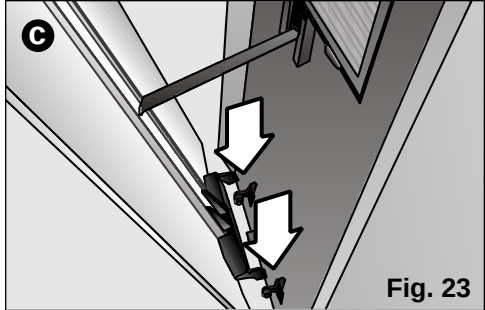

Fig. 23
- 1° Alzare l'anta fino ad estrarla dagli appoggi inferiori, (Fig. 23: a).
- 2° Posizionare il fermaglio in plastica nella scanalatura frontale dell'apparecchio (a forma di T) e spostarlo in giù fino al fermo di sicurezza, (Fig. 23: b).
- 3° Facendo attenzione, collocare le patte inferiori dell'anta nei fermi frontali dell'apparecchio in modo da evitare che la patta in plastica già collocata nel passo anteriore esca dalla propria posizione, (Fig. 23: c).